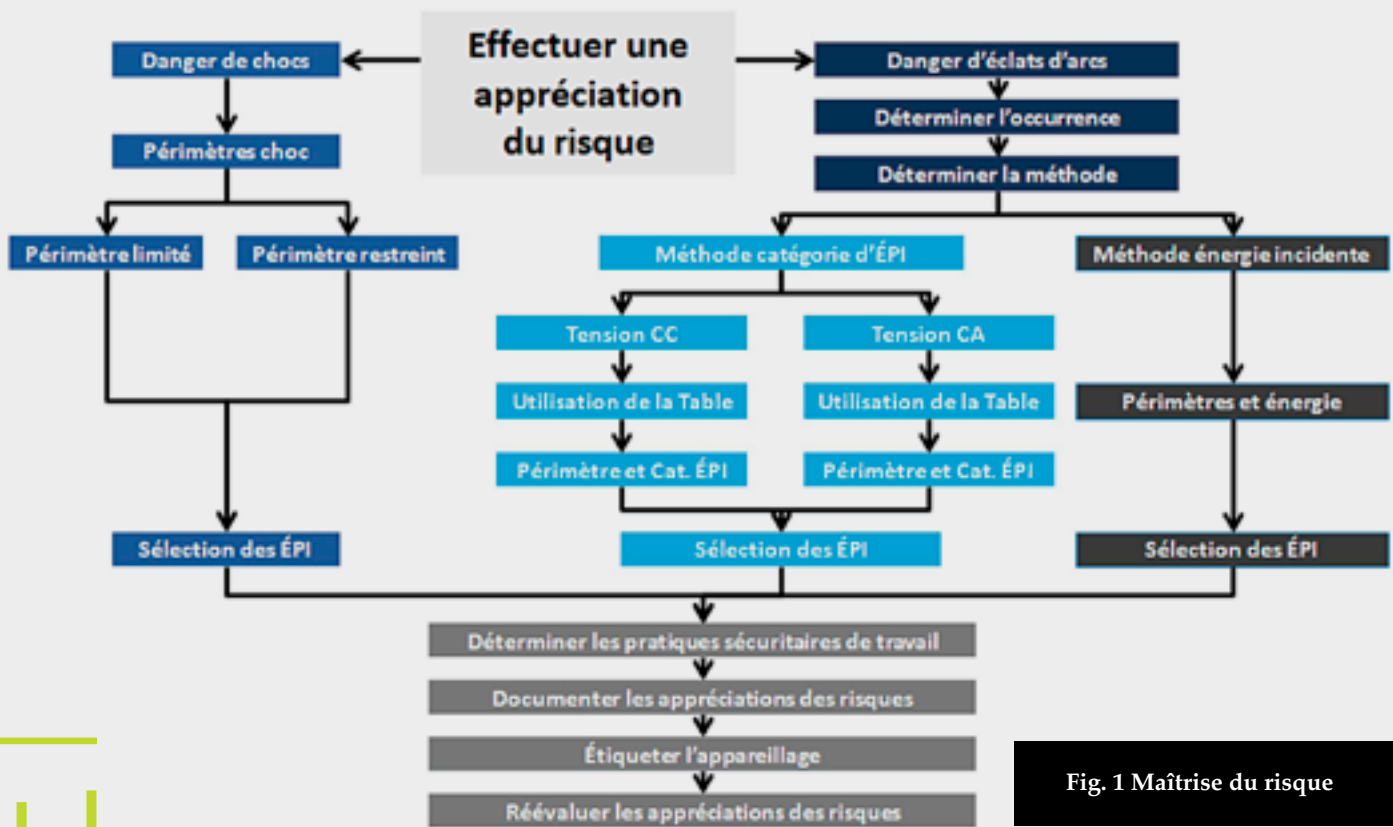

Fig. 1 Maîtrise du risque
Compte tenu que les vêtements anti-arc pourraient permettre quand même une brûlure au 2^e degré à son utilisateur et qu'ils n'offrent pas une protection contre une explosion électrique occasionnée par un éclat d'arc, une appréciation des risques devrait tenir compte plus que jamais de la hiérarchie de la méthode de contrôle des risques (voir la figure 1). L'on devrait ainsi privilégier, après l'ESTSDE, une élimination du danger, tels des robots de débranchement de disjoncteurs de puissance, sinon, la
2. La procédure de l'appréciation du risque (figure 1), plus générale et bien définie aux articles 4.1.7.8 et 110.5(H) sert à établir tout le processus entourant la maîtrise du risque. Elle doit comprendre :